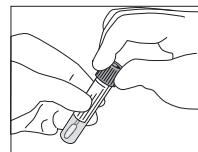

Fig. 3
- Coloque a tampa no tubo apertando firmemente (Fig. 3).